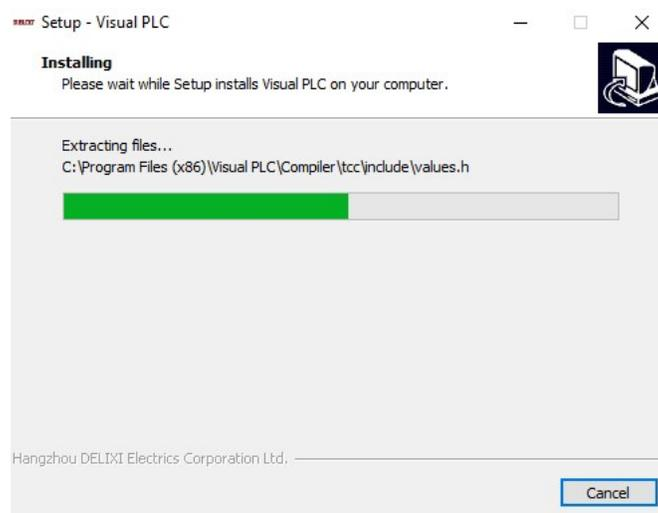

FIGURA 8
7. En este punto, aparecerá la interfaz de instalación, (Ver figura 8)